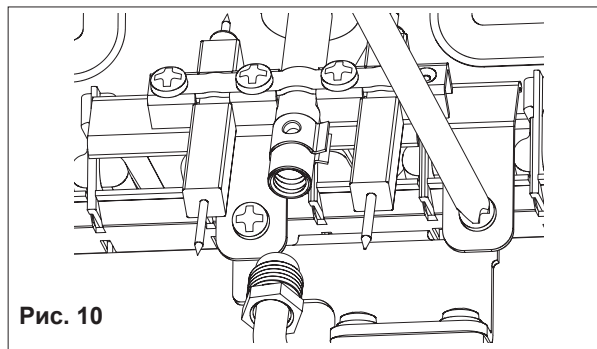

Рис. 10
- открутить винты крепления запальной горелки (рис. 10);